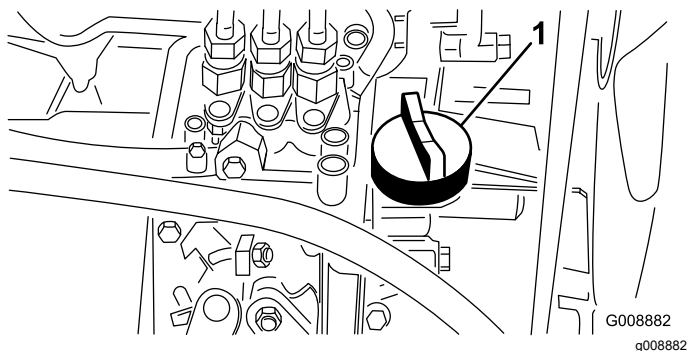

Figura 29
4. Se l'olio è insufficiente, togliete il tappo di rifornimento (**Figura 29**) e aggiungete lentamente piccole quantità di olio, controllando spesso il livello, finché non raggiunge il segno di pieno sull'asta.